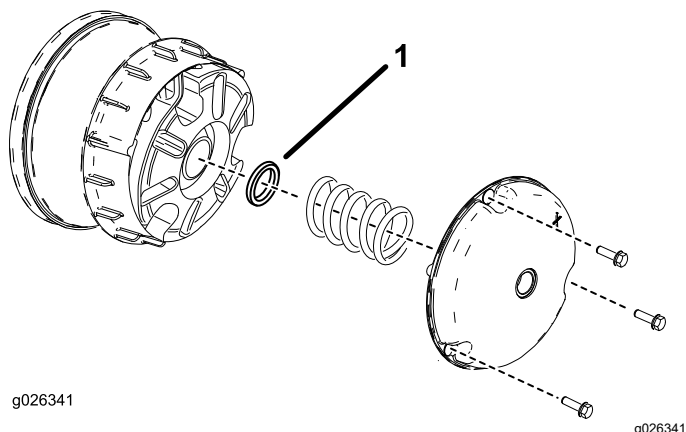

Рисунок 60
2. Отверните болты крепления крышки первичной муфты сцепления, как показано на Рисунок 60.